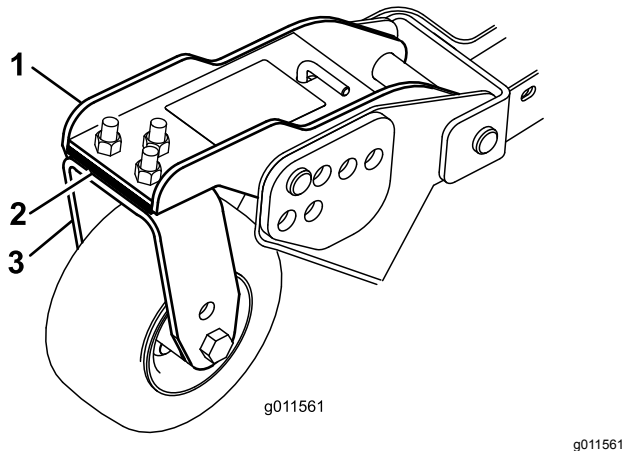

Bild 31
Drehen Sie die Schnittmesser jeder Spindel, bis die Enden nach vorne und hinten gerichtet sind. Messen Sie die Entfernung vom Boden bis zur vorderen Spitze der Schnittkante. Stellen Sie die 3-mm-Beilagscheiben an den vorderen Laufradgabeln auf die entsprechende Schnitthöhe auf der Skala ein (Bild 31). Weitere Informationen zur äußeren Spindel finden Sie unter „Einstellen der Mähwerkneigung“.
3. Wenn die innere Schnittkante des Seitmähwerks im Verhältnis zur äußeren Kante des Frontmähwerks zu hoch ist, entfernen Sie eine 3-mm-Beilagscheibe von der Unterseite des vorderen inneren Laufradarms am Seitmähwerk (Bild 31). Prüfen Sie den Wert zwischen den äußeren Kanten beider Seitmähwerke sowie der inneren Kante des seitlichen Mähwerks und der äußeren Kante des Frontmähwerks.